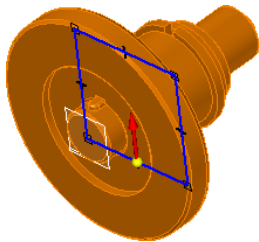

图 5.3.4 定义剖切方向
(3) 在图 5.3.4 箭头所示的一侧单击，然后在剖切的零件上单击，在“剖面”命令条“除料列表”下拉列表中选择只切削选定的零件选项。